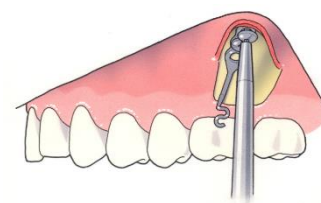

Fig. 3
La placa de anclaje puede doblarse previamente con cuidado para obtener un contacto óptimo entre la placa y el hueso cortical. La flexión se limita entre el orificio superior y el inferior. Introduzca el primer tornillo autoperforante (Surgi-Tec recomienda 5 mm de longitud,  $\varnothing$  2,0 mm, ref. 70-505S) en el orificio central, pero no apriete completamente este primer tornillo para permitir cierta rotación del anclaje. Inserte el segundo tornillo autoperforante en el orificio superior (Surgi-Tec recomienda 7 mm de longitud,  $\varnothing$  2,0 mm, ref. 70-507S). Introduzca el tercer tornillo autoperforante en el orificio inferior (Surgi-Tec recomienda 5 mm de longitud,  $\varnothing$  2,0 mm, ref. 70-505S) (Fig. 3).